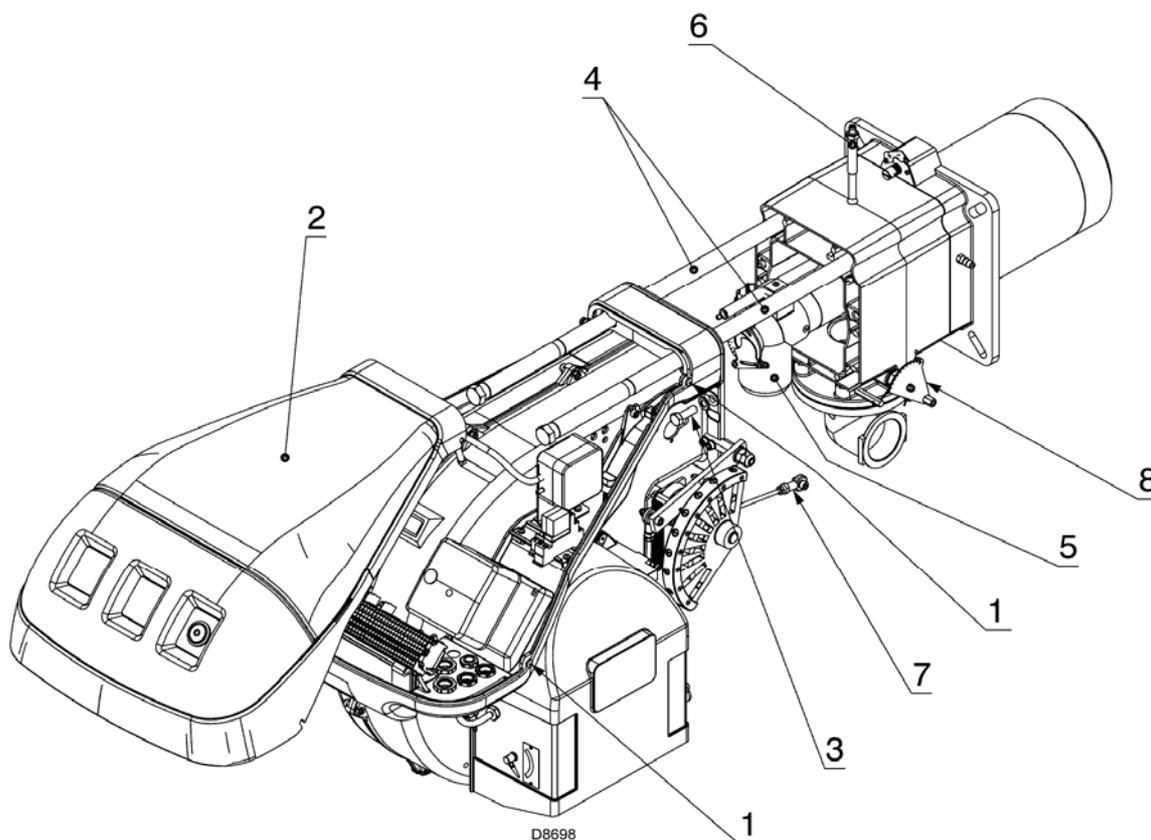

Рис. 38
Если вы не уверены, снимите колесо (5) (рисунок 38).